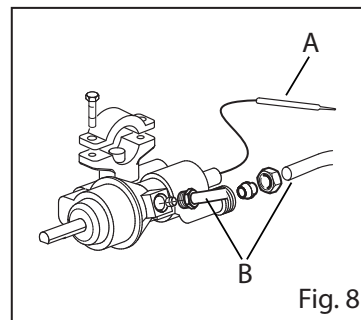

Fig. 8
- Retirar o bulbo do suporte (Fig. 8/A)
- Soltar as conexões de entrada e saída do gás (por ex., Fig. 8/B)